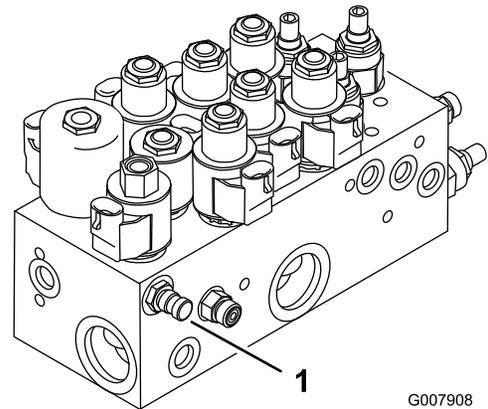

Figura 75
1. El punto de prueba A (Figura 75) se utiliza para localizar problemas en el circuito hidráulico de los cilindros de elevación.